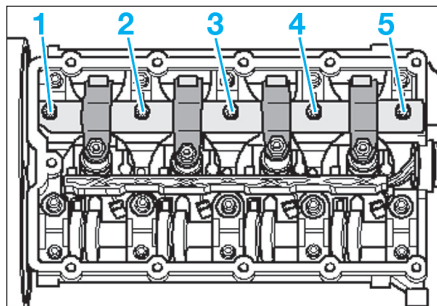

Fig. 69
- Déposer les vis (1), (3) et (5) (Fig.69).
- Desserrer progressivement et en plusieurs passes les vis (2) et (4) puis les déposer.